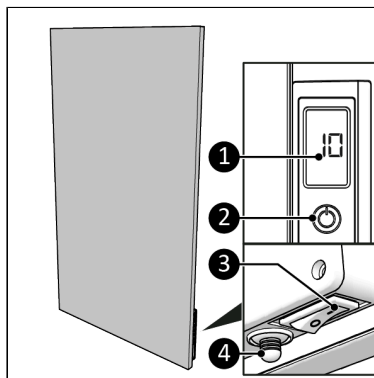

Figure 119.
1. Vrid PÅ/AV-brytaren till PÅ-läget (Figure 119, pos. 3).
2. Tryck på AV-knappen på kontrollpanelen (Figure 119, pos. 2) eller på fjärrstyrningen.
3. Displayen (Figure 119, pos. 1) visar först den inställda temperaturen under 3 s, varefter den visar omgivningstemperaturen.